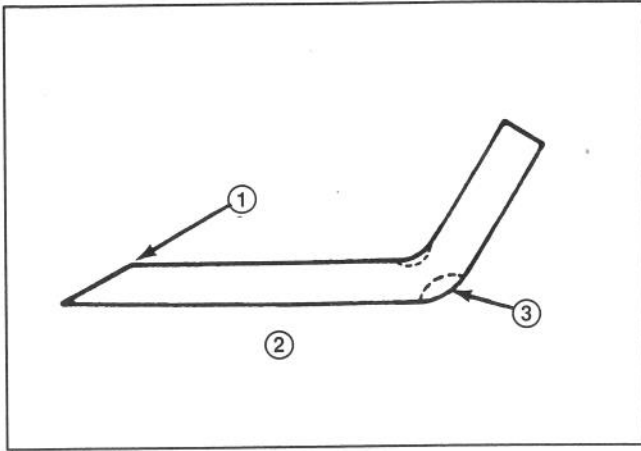

Abbildung 16
Das Schnittmesser bei jedem Hochkippen des Mähers prüfen. Wenn die Messerbalken-Befestigungsschraube locker ist, auf ein Moment von 61–81 Nm anziehen. Bei abgenutzten oder angerissenen Klingen oder Windflügeln (Abb. 16) an den Enden des Messerbalkens, den kompletten Messerbalken auswechseln. Verbogene oder unwuchtige Messerbalken auswechseln. Zur Gewährleistung der Sicherheit und besten Leistung immer nur echte TORO Ersatzmesser verwenden. NIE EIN 'PAßT SCHON' ERSATZMESSER VERWENDEN.
7. Die Schnittfläche an beiden Enden des Messerbalkens mit Hilfe einer Feile schärfen (Abb. 16).